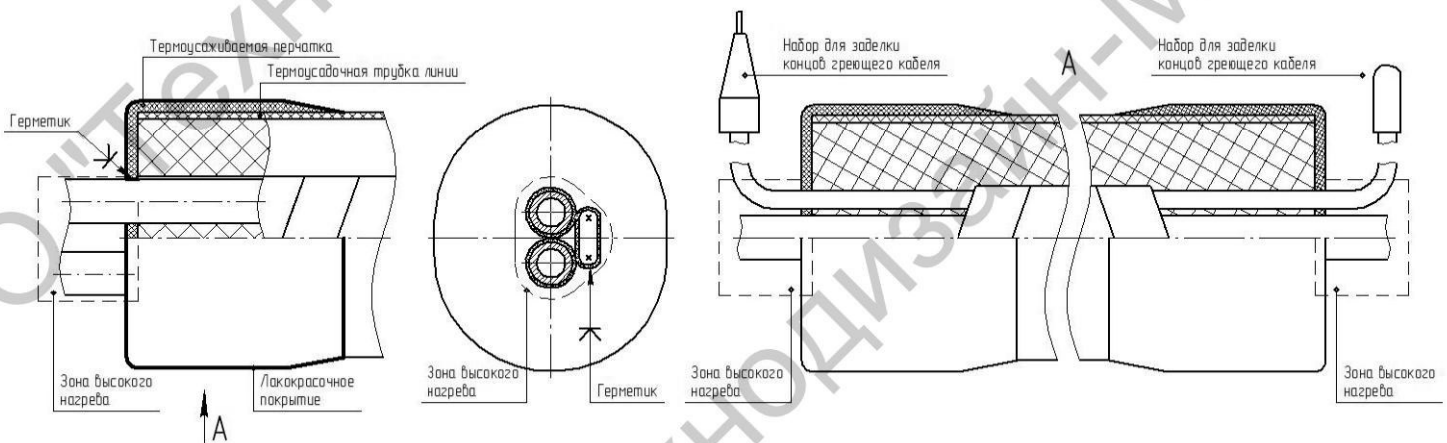

Рис.2. Монтаж комплекта ТДМ-ТИЛ-Э-Ех-КЗиГКЛ с использованием термоусаживаемой перчатки на примере линии с двумя импульсными трубками.
1. Конец линии зачистить от внешнего слоя изоляции из базальтовых шнуров на необходимую для монтажа величину (см. рис.2).